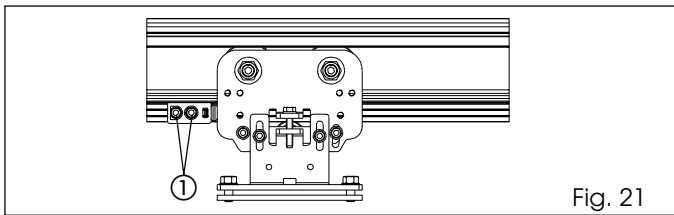

Fig. 21
- Haal de twee zeskantschroeven los, zoals aangegeven op fig. 21 en 22 ref. ①.